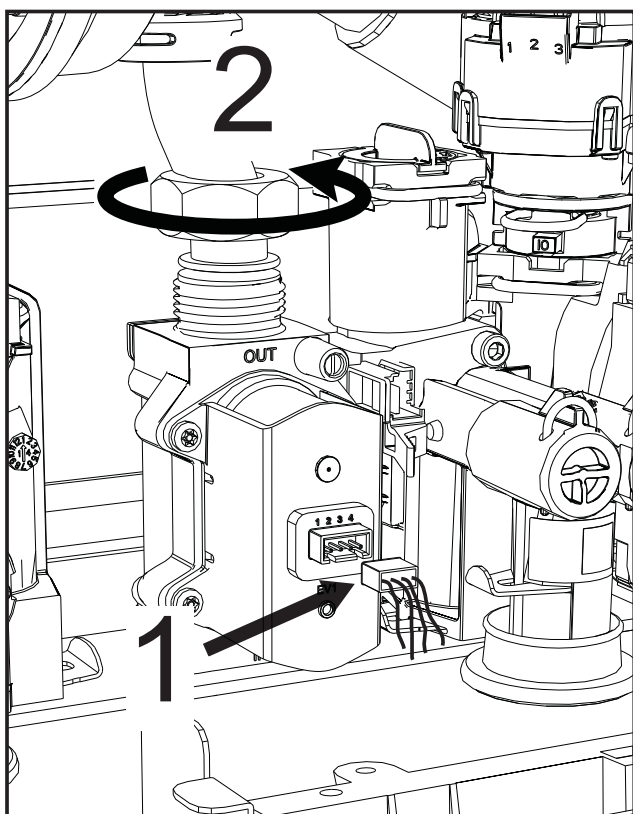

fig. 56
- Koppel de elektrische aansluitingen "1" los (fig. 56).
- Koppel de gastoevoerleiding "2" los (fig. 56)